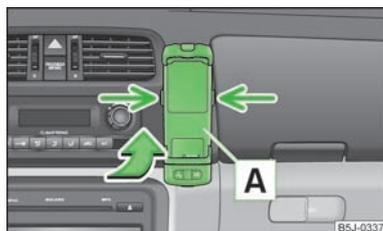

Fig. 87
- Poussez d'abord l'adaptateur [A] dans le sens de la flèche » fig. 87 jusqu'en butée dans le support. Appuyez ensuite légèrement sur l'adaptateur pour qu'il s'enclenche.
- Appuyez simultanément sur les verrouillages latéraux du support » fig. 87 et extrayez le téléphone avec l'adaptateur.